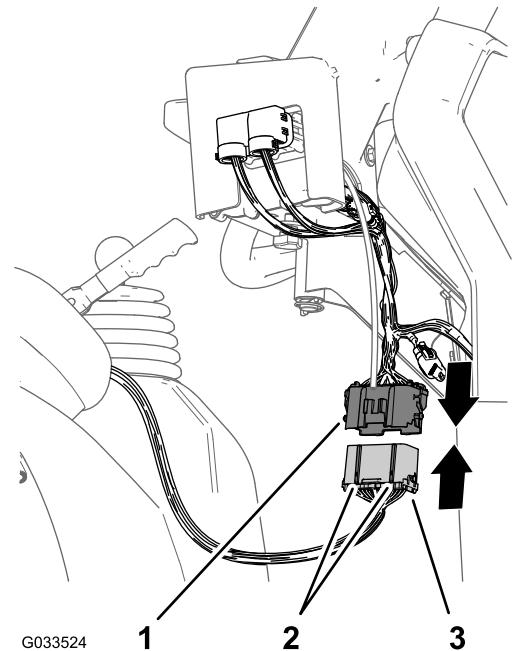

Figura 23
1. Allineate le 2 chiavi del connettore a 38 pin del cablaggio preassemblato posteriore dell'irroratrice con le 2 scanalature del connettore a 38 prese del cablaggio preassemblato anteriore collegato al quadro di comando (Figura 23).
| 2. Collegate il connettore del cablaggio preassemblato posteriore al connettore del cablaggio preassemblato anteriore, fino a quando i fermi dei connettori non scattano saldamente insieme (Figura 23). | |